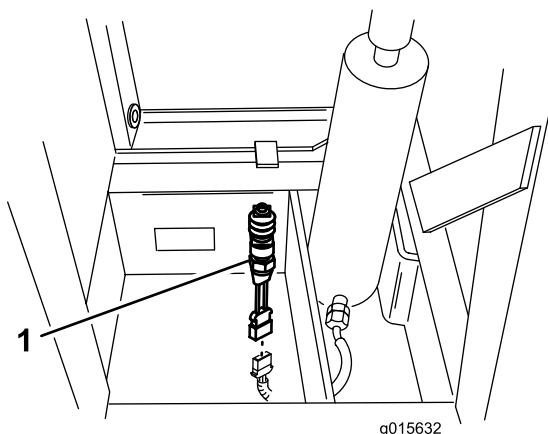

Figura 19
3. Encaminhe a cablagem para o interruptor do depósito de recolha montado no tubo da estrutura (Figura 19) e ligue a cablagem ao interruptor.